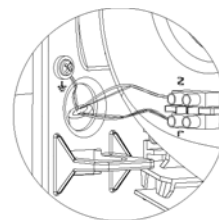

Fig. 8
3. Podłącz przewód zerowy i fazowy (N, L) do kostki a kabel A/V do śruby połączenia uziemiającego (Klasa I) (patrz Rys.8).